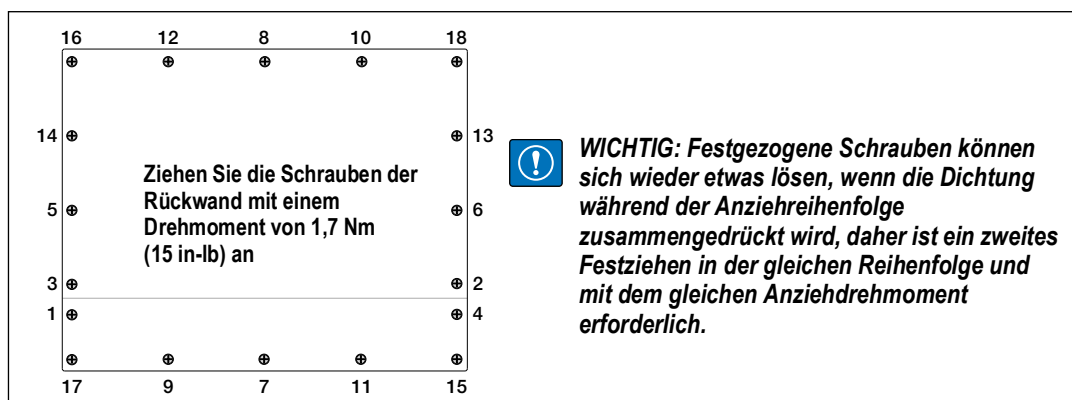

Abbildung 3-1. Rückplatte des 920i-Gehäuses
3. Ziehen Sie die Schrauben mit einem Drehmoment von 1,7 Nm (15 in-lb) an, und verwenden Sie dabei das in der Abbildung Abbildung 3-1 gezeigte Muster, um ein Verziehen der Dichtung der Rückwand zu verhindern.
4. Bringen Sie die Rückplatte wieder an, siehe Abbildung 3-1 auf Seite 13.